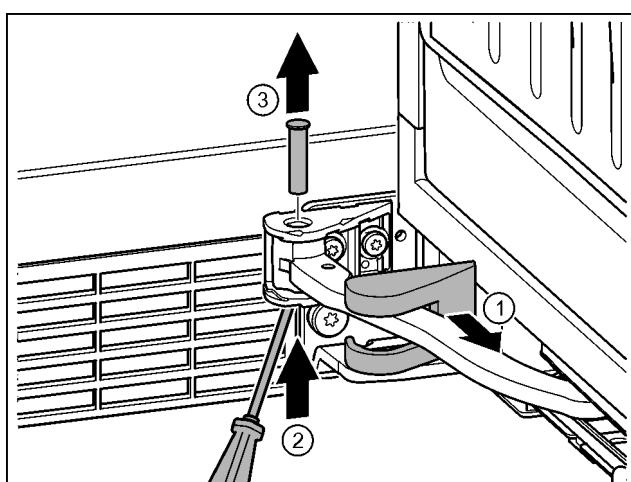

Fig. 17
- Снять крышку опорного кронштейна и переместить вдоль шарнира. Fig. 17 (1)
► Рукой или отверткой приподнять палец снизу. Fig. 17 (2)
► Вставить отвертку под головку пальца и вытащить его. Fig. 17 (3)